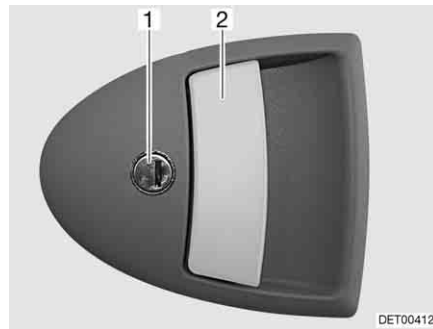

Fig. 43 Serrure de la porte cellule, à l'extérieur
- Insérer la clé dans le barillet (Fig. 43,1) et la tourner jusqu'à ce que la serrure de la porte soit déverrouillée.
- Tirer sur la poignée de la porte (Fig. 43,2). La porte est ouverte.
- Insérer la clé dans le barillet (Fig. 43,1) et la tourner jusqu'à ce que la serrure de la porte soit verrouillée.